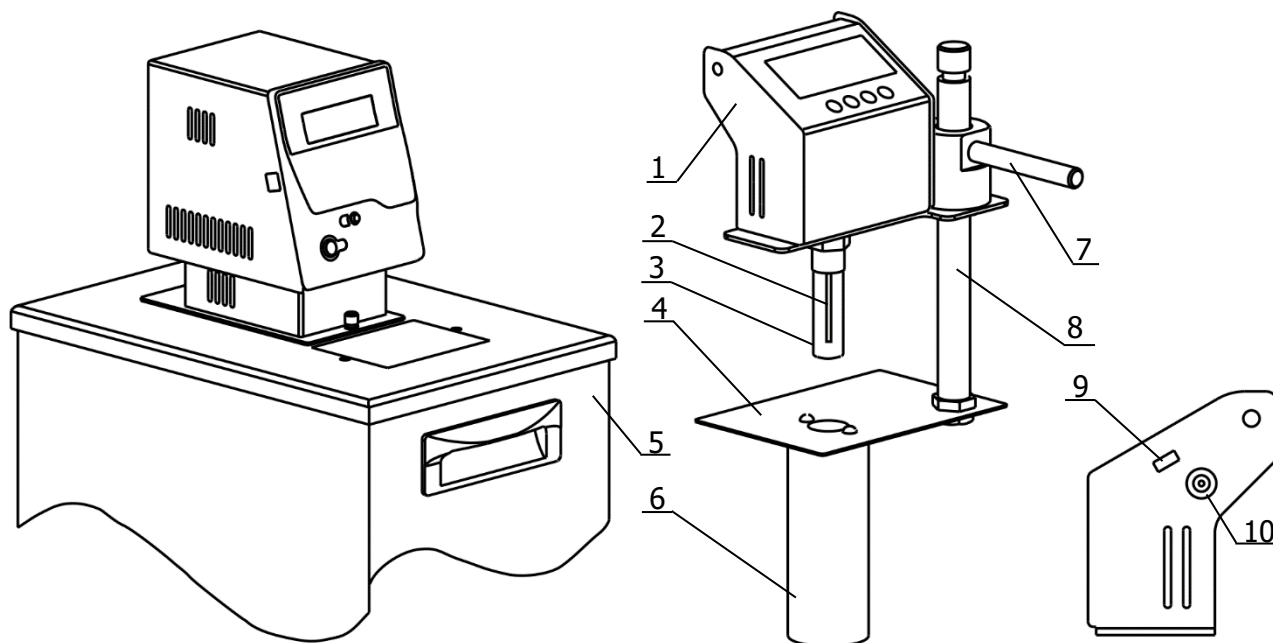

Рисунок 1 — Внешний вид установки
1.5.1 Установка состоит из электронного блока 1 (рисунок 1), перемещающегося с помощью рукоятки 7 вдоль штанги 8, установленной на основании 4. В нижней части электронного блока расположен датчик температуры 2. Виала 3 с раствором испытуемого вещества фиксируется резьбовым соединением так, чтобы датчик оказался внутри нее. Основание 4 устанавливается в отверстие ванны криостата 5. В нижнем положении электронного блока 1 виала 3 входит внутрь охлаждаемого стакана 6, установленного в нижней части основания 4. На правой стенке электронного блока расположены разъем miniUSB 9 и разъем питания 10 (12В, 0.25А, $\odot$).
2.2.5 Подключить сетевой адаптер из комплекта поставки к разъему 10 (рисунок 1) на боковой стенке электронного блока и включить его в сеть.
! *Перед выполнением измерения должен быть выполнен п. 2.2, криостат должен выйти на установленную температуру. Охлаждаемый стакан 6 (рисунок 1), установленный в ванне криостата должен быть чистым и сухим.*